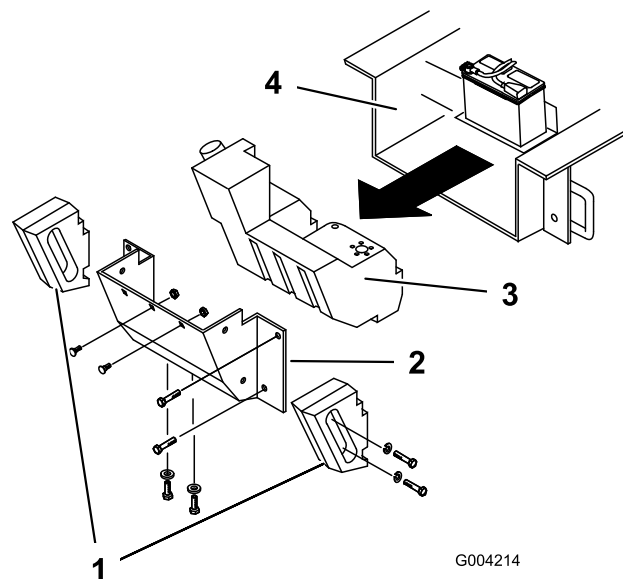

Figura 57
Con il passare del tempo, lo chassis al di sotto del motore raccoglie sporco e detriti che devono essere eliminati. A intervalli regolari, aprire il cofano e controllare l'area sottostante al motore con l'aiuto di una torcia. Quando i detriti formano uno strato di 2-5 cm, completate la seguente procedura (fate riferimento a Figura 57 per l'intera procedura):
4. Togliete le rondelle, i bulloni e le rondelle di bloccaggio che fissano i due pesi laterali e rimuoveteli (Figura 57).
7. Togliete i sei dadi e i bulloni che fissano il pannello posteriore e rimuovetelo (Figura 57).
9. Fate scivolare indietro il serbatoio carburante (Figura 57).
16. Fate scorrere parzialmente il serbatoio carburante nello chassis (Figura 57).
22. Sostituite il pannello posteriore e fissatelo con i sei bulloni e i dadi precedentemente rimossi (Figura 57).
24. Montate i pesi laterali con le rondelle, i bulloni e le rondelle di bloccaggio precedentemente rimossi (Figura 57).